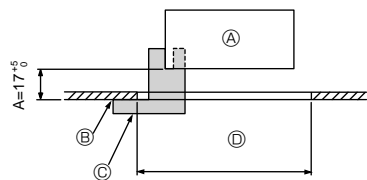
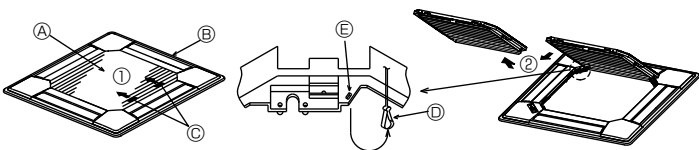
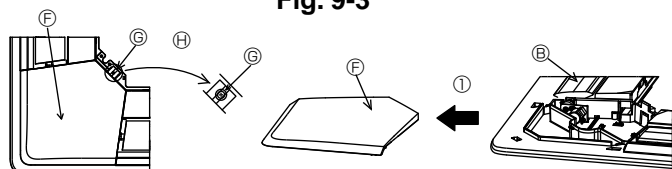

Fig. 9-2
Fig. 9-3
Fig. 9-4
①	Решетка	1	950 × 950 (мм)
②	Винт с привязной прокладкой	4	M5 × 0,8 × 25
③	Шаблон	1	(Поделен на четыре части)
④	Фиксатор	3
⑤	Винт	4	4 × 8
⑥	Винт	1	4 × 12
⑦	Беспроводной пульт дистанционного управления	1	для PLP-6BALM, PLP-6BALME
⑧	Проводной пульт дистанционного управления	1	для PLP-6BAMD, PLP-6BAMDE
⑨	Угловая панель i-see sensor	1	для PLP-6BAE, PLP-6BAMDE, PLP-6BALME
9.2. Подготовка к установке вентиляционной решетки (Fig. 9-2)
- С помощью поставленного в комплекте шаблона ③ отрегулируйте и проверьте положение устройства по отношению к потолку. При неверном расположении устройства по отношению к потолку возможно прохождение воздуха или накопление конденсации.
- С Шаблон ③ (Вставлен в устройство)
9.2.1. Удаление воздухозаборной решетки (Fig. 9-3)
- Сдвиньте рычаги в направлении, обозначенном стрелкой ①, чтобы открыть воздухозаборную решетку.
- Пока воздухозаборная решетка находится в "открытом" положении, удалите стержень воздухозаборной решетки с вентиляционной решетки в направлении стрелки ②.
9.2.2. Удаление угловой панели (Fig. 9-4)
- Удалите винт из угла угловой панели. Для удаления угловой панели сдвиньте угловую панель в направлении стрелки ①.
[Fig.9-3] [Fig.9-4]